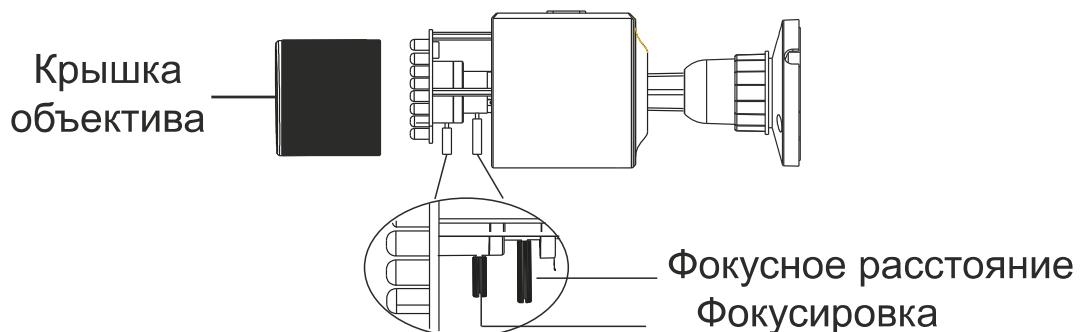

Рис. 5.4. Настройка фокусировки и фокусного расстояния
- Настройте фокусировку и фокусное расстояние (если ваша видеокамера поставляется с фиксированным объективом, пропустите этот шаг). Снимите крышку объектива и отрегулируйте фокусное расстояние и фокусировку соответствующими винтами, чтобы получить четкое изображение. Завершив настройку, затяните регулировочные винты и установите обратно крышку объектива (Рис. 5.4).